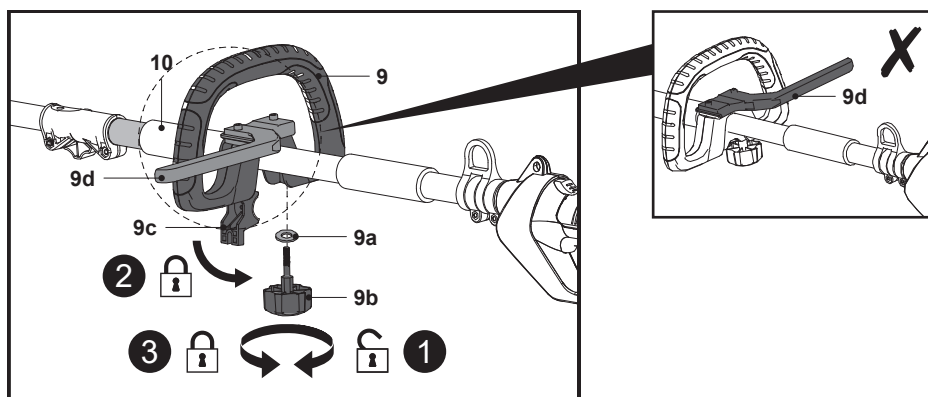

Fig. 6
1. Slăbește butonul de blocare (9b) în sens antiorar și scoate-l împreună cu șaiba (9a) (Fig. 6, pasul 1).
2. Depliază colierul de fixare (9c), apoi pune mânerul auxiliar (9) pe tija superioară (10) pliind în sus colierul de fixare (9) (Fig. 6, pasul 2).
4. Înșurubează de jos butonul de blocare (9b) pe mânerul auxiliar (9) și strânge-l ușor cu mâna (Fig. 6, pasul 3).